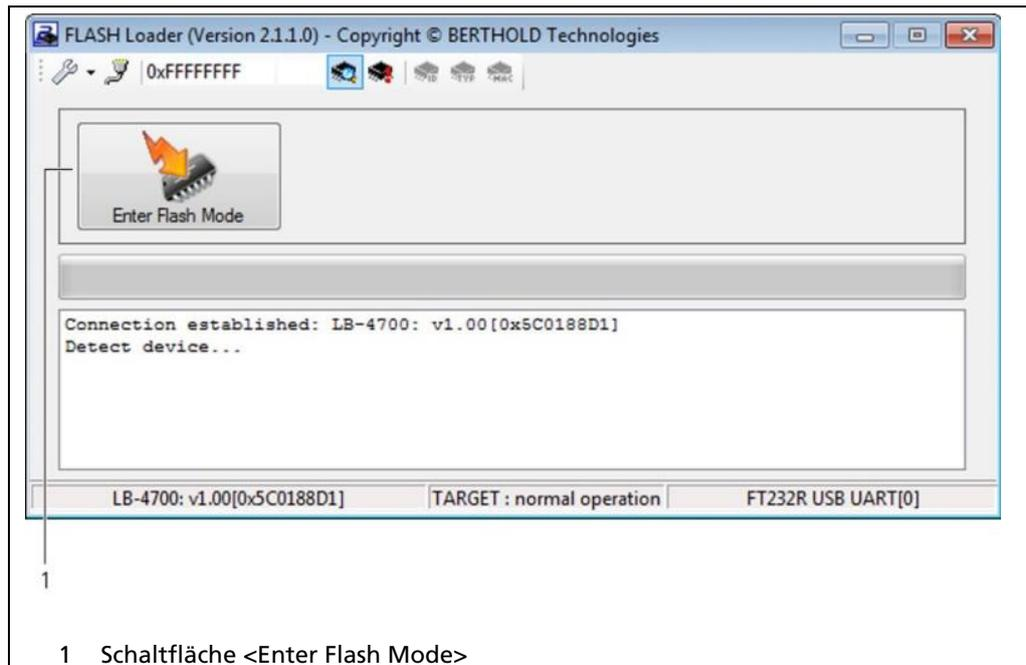

Abb. 52 Flash Loader Verbindungsaufbau
13. Klicken Sie auf die Schaltfläche <Enter Flash Mode> (Abb. 52, Pos. 1).